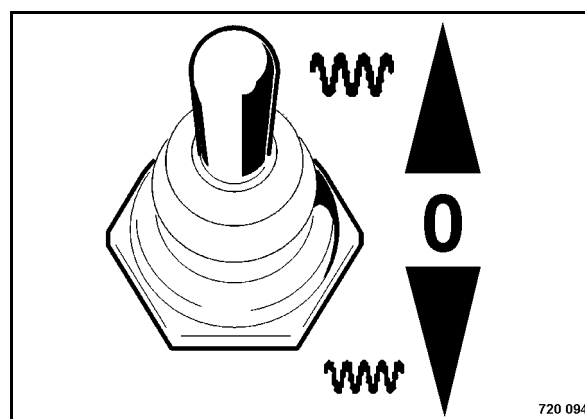

Рис. 46
- Выбрать амплитуду (Рис. 46).